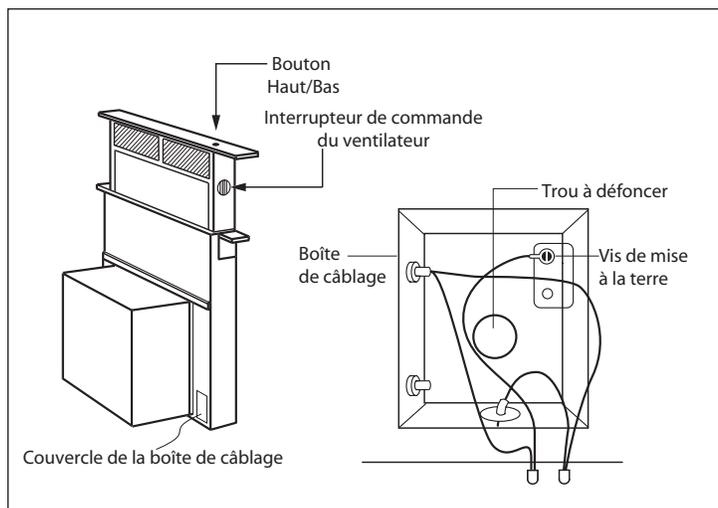

FIG.11
- 12) Mettez le courant. Enfoncez le bouton Haut/Bas momentanément. La hotte devrait s'élever du dessus de comptoir et s'arrêter en position étendue. Positionnez la bande supérieure sur le haut de la hotte, en alignant les crochets de fixation et le trou du bouton-poussoir. Enfoncez d'un coup sec. Allumez le ventilateur. Son interrupteur de commande est situé du côté droit du plénum, tel qu'indiqué à la Figure 11. Si le ventilateur ne fonctionne pas, reportez-vous à la section « Si le ventilateur ne fonctionne pas » à la page 11.